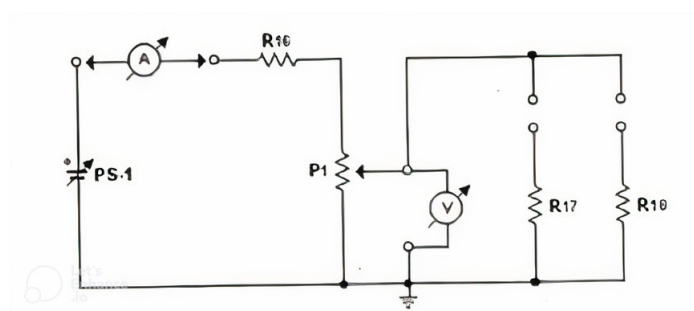

Figura 3: Segundo circuito
4. Conecte la fuente de alimentación $PS-1$ al potenciómetro del modo mostrado en la figura 3.